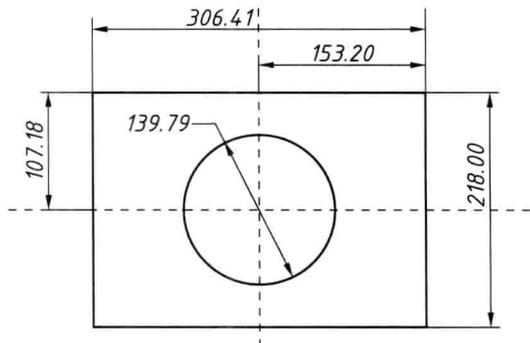

图 1-10
(2) 绘制正方形底板横截面 单击工具栏图标按钮  → 在绘图区中绘制一个矩形 (系统会自动标注尺寸) → 单击工具栏图标按钮  → 在绘图区中绘制一个圆，结果如图 1-10 所示。